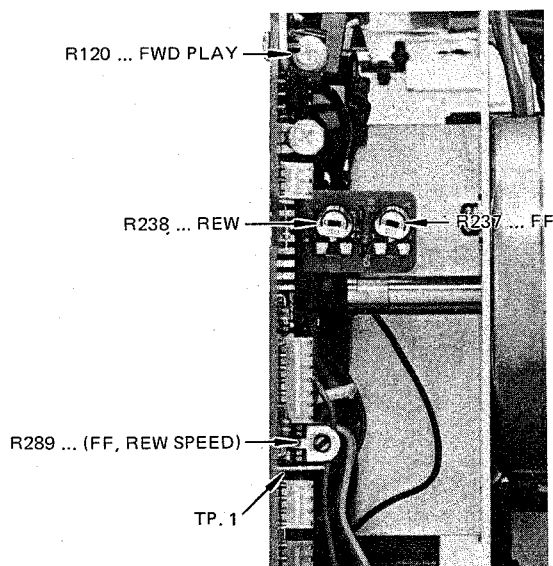
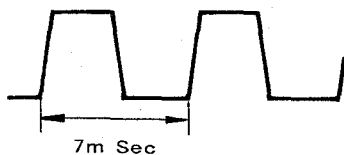

図5 テープ・テンション調整箇所
図7 TP.1 の波形
- (1) パワー/サーボ基板のTP.1(図5 参照)にオシロスコープを接続する。
- (2) デッキをFFモード又はREWモードにする。
- (3) TP. 1 の波形の波長が7 m sec になるようにR289 (図5 参照)を調整する……………図7
- (4) FFとREWで大きな差がないことを確認する。